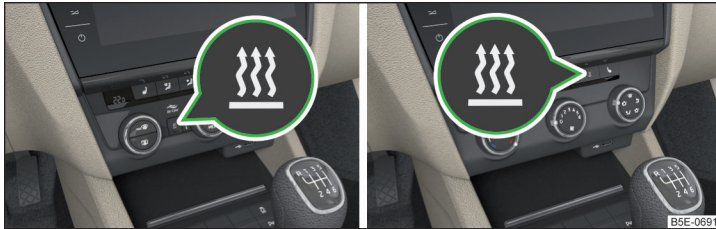

Abb. 157 Taste für das Ein-/Ausschalten (Climatronic / manuelle Klimaanlage)
- ▶ Mit der Taste  auf dem Bedienteil der Klimaanlage » Abb. 157.
Bei aktiviertem automatischem Einschalten leuchtet nach dem Ausschalten der Zündung für 10 Sekunden die Kontrollleuchte in der Taste  auf » Abb. 157.